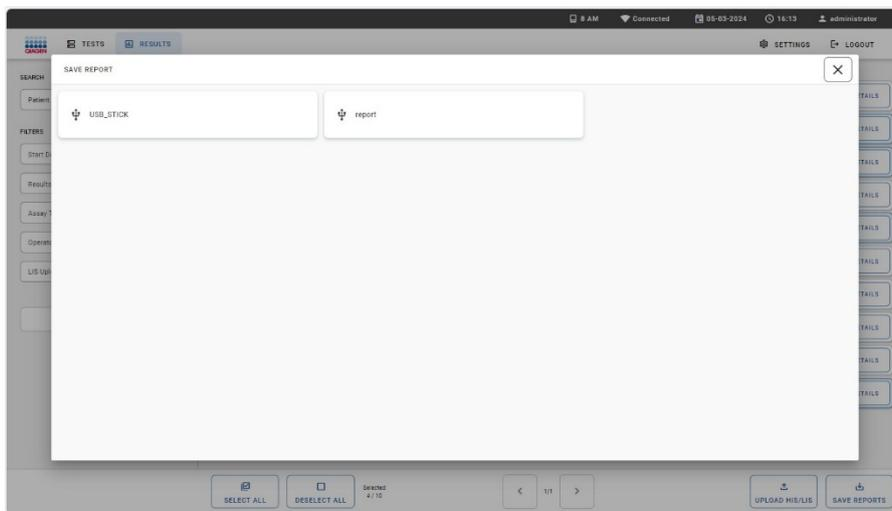
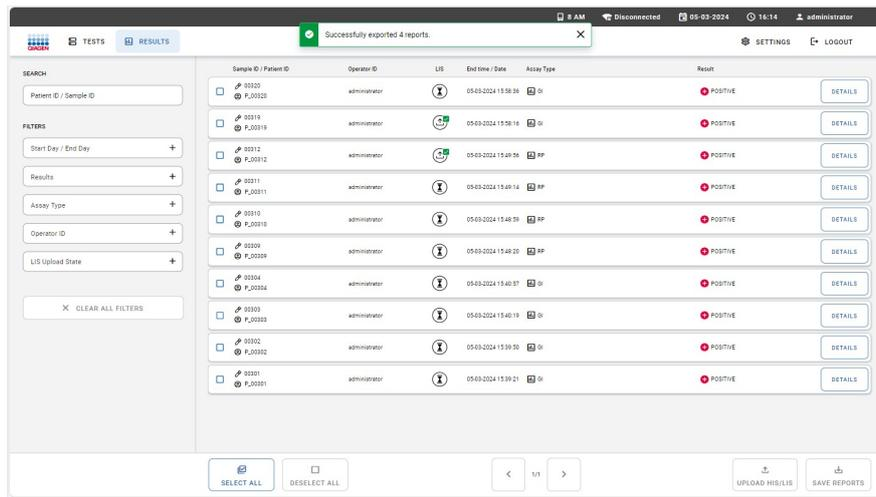

Figura 51. Exportando os resultados para um dispositivo de armazenamento USB.
Figura 52. Exportação bem-sucedida.
3. Se várias unidades USB estiverem conectadas, selecione a unidade USB desejada (Figura 51). Quando a exportação dos relatórios for concluída, o sistema exibirá uma mensagem na barra de mensagens (Figura 52).